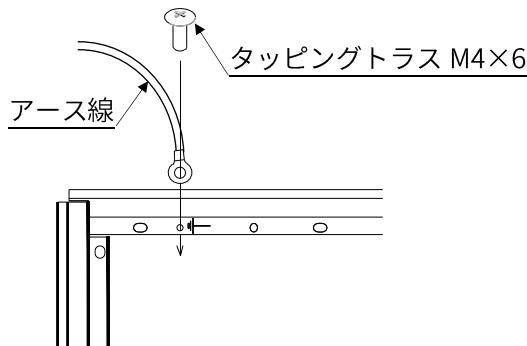
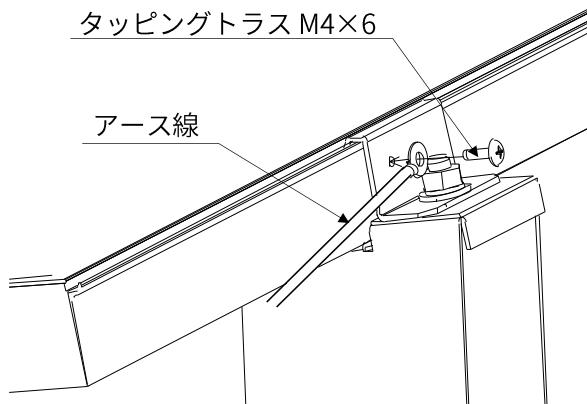

図 5-1. モジュール枠での架台のアース接続
図 5-4. 折板屋根での架台のアース接続例
④一番棟側で、モジュール押え金具にタッピングトラスM4×6でアース接続してください（図5-4参照）。なお、モジュールE枠のアース用ボルト穴を使ってアース接続することもできます（図5-1参照）。